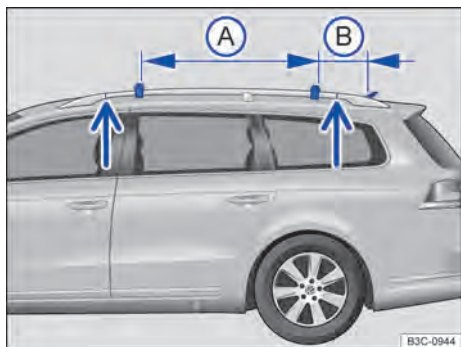

Fig. 132 Longarina do bagageiro de teto: área de fixação das barras de suporte.
As barras de suporte são montadas na longarina do bagageiro de teto. No entanto, a distância entre as barras de suporte $\Rightarrow$ Fig. 132 (A) deve ser de 70 – 80 cm. A haste de suporte traseira (B) deve estar a uma distância mínima de 20 cm da antena de teto.
- Montar as barras de suporte somente entre as setas verticais $\Rightarrow$ Fig. 132.